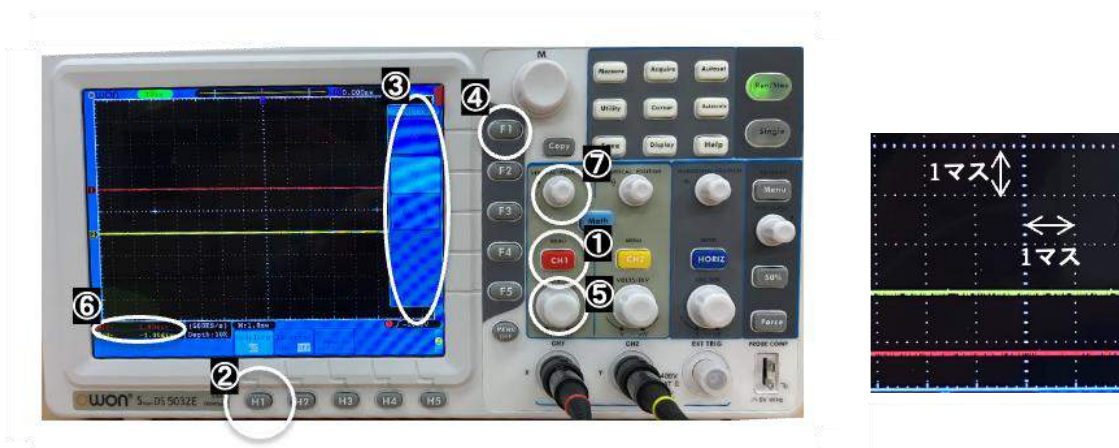

図 3-10. オシロスコープの CH1 の設定
- (1) 図 3-10 の①CH1 ボタンを押すと、②H1 の上に Coupling AC と表示されるので、②H1(Coupling)ボタンを押しなさい。すると、画面右側に③Coupling メニューが表示されるので、④F1(DC)ボタンを押して選択しなさい。⑤VOLS/DIV つまみを回し (DIV あるいは div は画面の枠の 1 マスを表す。図 3-10 の右図を見なさい。), 縦軸 1 マスあたりの電圧を変更し、⑥画面左下の赤文字の表示を「①200mV-」としなさい。
- (7) 回路基板の交流直流スイッチを AC にしなさい。
- (8) オシロスコープの CH1 の信号電圧（赤）に 0.0 V 付近で変化する矩形波（四角形の波）が観測される。矩形波が正負均等に振れるように、適宜 図 3-10 の⑦VERTIVAL POSION つまみを調節しなさい。これにより、画面上の信号電圧が駆動用磁石にかかる力にほぼ比例する。ホール素子 1 の $\vec{n}$ の向きを変えないように注意しながらコイルとの距離を調整して、矩形波の振れ幅を正・負それぞれ 0.2 V 以上にしなさい。